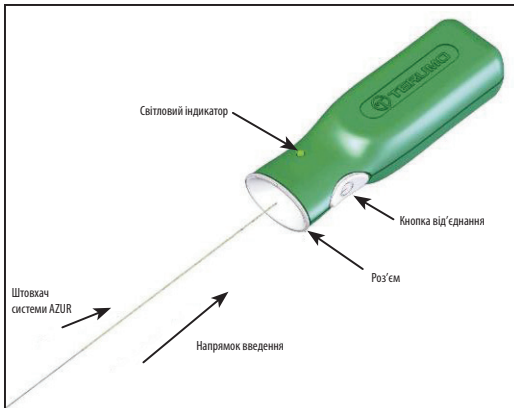

Рисунок 2. Контролер від'єднання системи AZUR
14. Перед використанням пристрою вийміть проксимальний кінець штовхача з пакувальної муфти. Будьте обережні, щоб не допустити контамінації кінця штовхача сторонніми речовинами, як-от кров'ю або контрастною речовиною. Міцно вставте проксимальний кінець штовхача в роз'єм контролера від'єднання системи AZUR. Дивіться рисунок 2. **Поки що не натискайте кнопку від'єднання.**
- З'єднайте проксимальний кінець штохвача з контролером від'єднання системи AZUR, міцно вставивши проксимальний кінець штохвача в роз'єм контролера від'єднання системи AZUR. Див. рисунок 2.